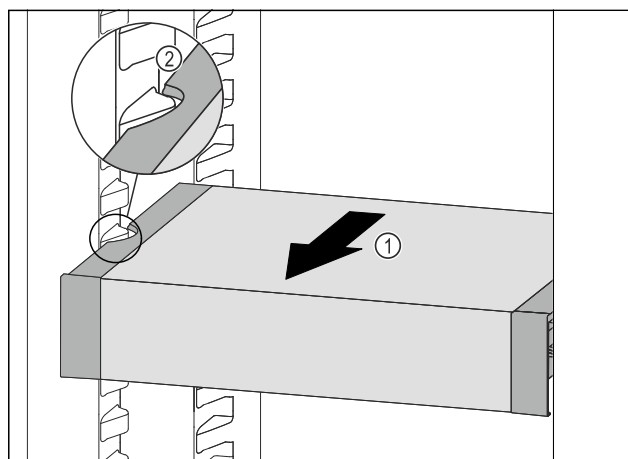

Fig. 122
- ▶ Tirer le VarioSafe vers l'avant Fig. 122 (1) jusqu'à ce que les encoches latérales du VarioSafe se trouvent au niveau de la nervure du bac dans la partie réfrigérateur. Fig. 122 (2)